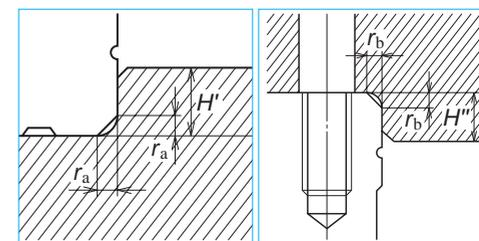

图 10.10 导轨基准面安装 图 10.11 滑块基准面安装部
- 图 10.10、10.11 表示的是将直线导轨压靠在底座、工作台的挡边（安装面的隆起部）后进行水平方向固定时，挡边的高以及倒角 R 的尺寸。